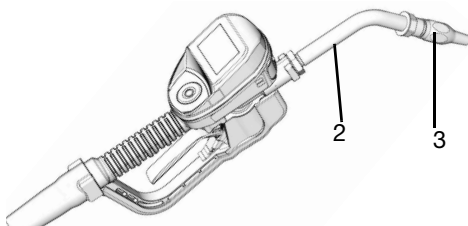

FIG. 11
1. Enrosque o bico (3) na extensão (2) (FIG. 11).